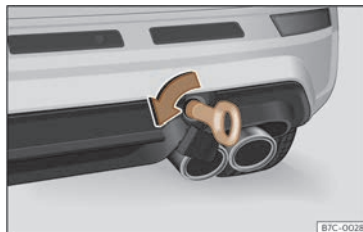

Abb. 186 Auf der rechten Seite des hinteren Stoßfängers: Eingeschraubte Abschleppöse.
- Drehen Sie die Abschleppöse **entgegen dem Uhrzeigersinn** so fest wie möglich in die Aufnahme >>> (Abb. 186), >>> ⓘ. Verwenden Sie ein geeignetes Hilfsmittel, um die Abschleppöse festzuziehen.